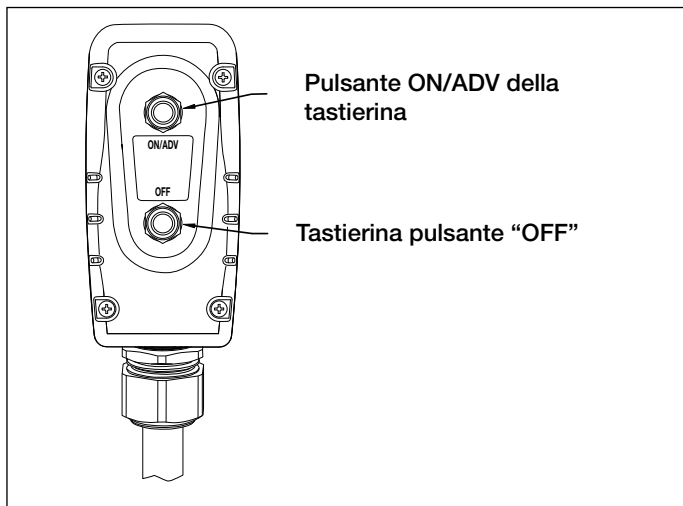

Figura 8, Pulsanti della tastierina
5.2 Funzionamento della tastierina (vedere figura 8)
5. Per avviare la pompa, premere il pulsante ON/ADV della tastierina. Vedere la figura 8. Il motore si avvierà automaticamente, e la chiave inizierà ad avanzare. La chiave torsiometrica continuerà ad avanzare fintanto che si mantiene il pulsante premuto.
La pompa é fornita con un manometro installato. Per la vostra convenienza, é previsto un disco con i valori della coppia, sovrapponibile da montare sopra alla faccia del manometro e che converte facilmente le letture della pressione in letture della coppia (vedere figura 8, vista A). Il disco sovrapponibile ha le unità imperiali (Ft-Lbs.) da un lato e le unità metriche dall'altro (Nm). Per cambiare le scale, semplicemente capovolgere il disco.
1. Smontare i tre dadi ad alette neri che tengono al suo posto la flangia frontale del manometro (vedere la figura 8, vista B).
2. Smontare la flangia frontale e il disco sovrapposto (vedere figura 8, vista C).
3. Inserire il nuovo disco da sovrapporre (ricordarsi di verificare che il disco corrisponda alla chiave torsiometrica Enerpac che si sta usando) sopra alla flangia, allineando il disco con le depressioni sul retro della flangia (vedere la figura 8, vista D).
4. Mentre si sostiene il disco da sovrapporre dietro la flangia (vedere la figura 8, vista C), introdurre la flangia sui prigionieri della manopola, riposizionando il disco sovrapponibile come necessario, e fissare la manopola, stringendo solo con le dita. La flangia premerà il disco sovrapponibile sopra al manometro e lo fisserà al suo posto. Vedere le istruzioni della chiave torsiometrica per l'ammontare della pressione necessaria richiesta per produrre la coppia desiderata. Notare che la pressione massima varia per le diverse chiavi ed accessori.